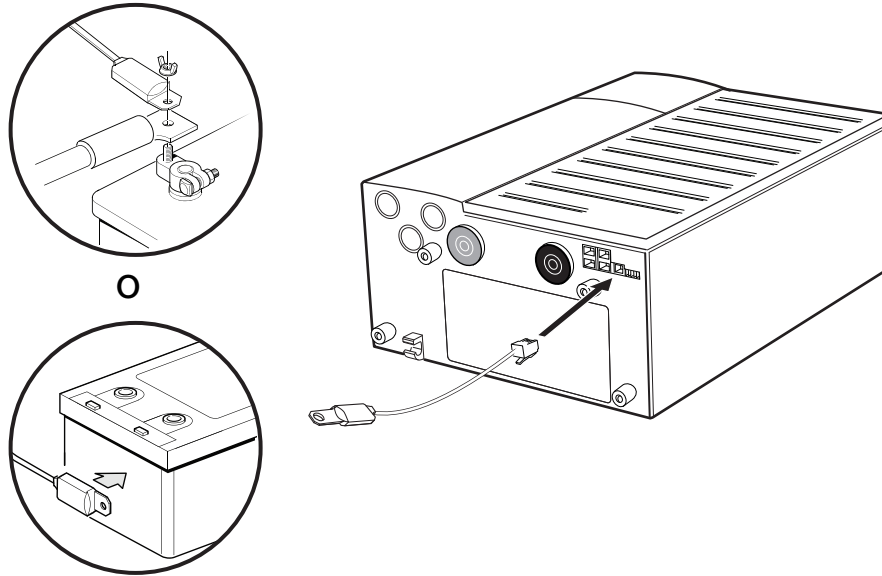

Figura 3-6 Instalación del Sensor de temperatura de la batería
2. Enrute el cable BTS a la caja de la batería, y luego conecte el BTS mediante uno de los siguientes métodos (como se muestra en la Figura 3-6 en las páginas 3-12).